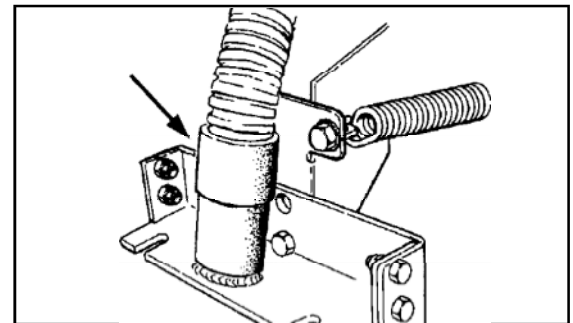

Figure 9
2. Fixez le manchon du flexible d'aspiration au raccord du flexible de la raclette (voir figure 9).
1. Le corps de la raclette peut être incliné pour régler l'évasement central du balai afin que ce dernier corresponde à l'évasement des côtés. Pour régler l'inclinaison, desserrez le boulon de réglage situé sur les côtés gauche et droit de la raclette (voir figure 9).